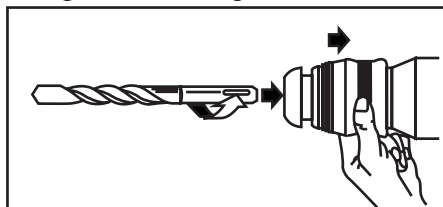

рис. 2
7.2 Вставьте долото в инструмент. Поворачивайте и нажимайте на долото в направлении показанном на рис. 2 до тех пор пока, оно не будет зафиксировано в патроне.